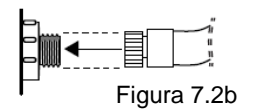

Figura 7.2b
3. Conecte uma mangueira de jardim às roscas expostas, Figura 7.2b.